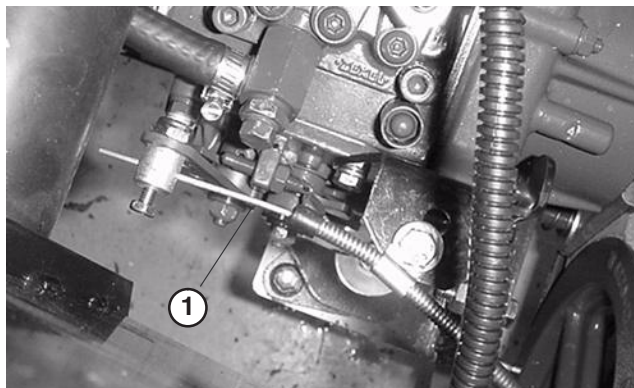

Bild 57
1. Stellen Sie den Bowdenzug ein (Bild 57) sodass der Fliehkraftregler am Motor die Einstellschraube für die niedrige und hohe Geschwindigkeit berührt, bevor der Fahrtriebshebel die Kerbe im Armaturenbrett berührt.